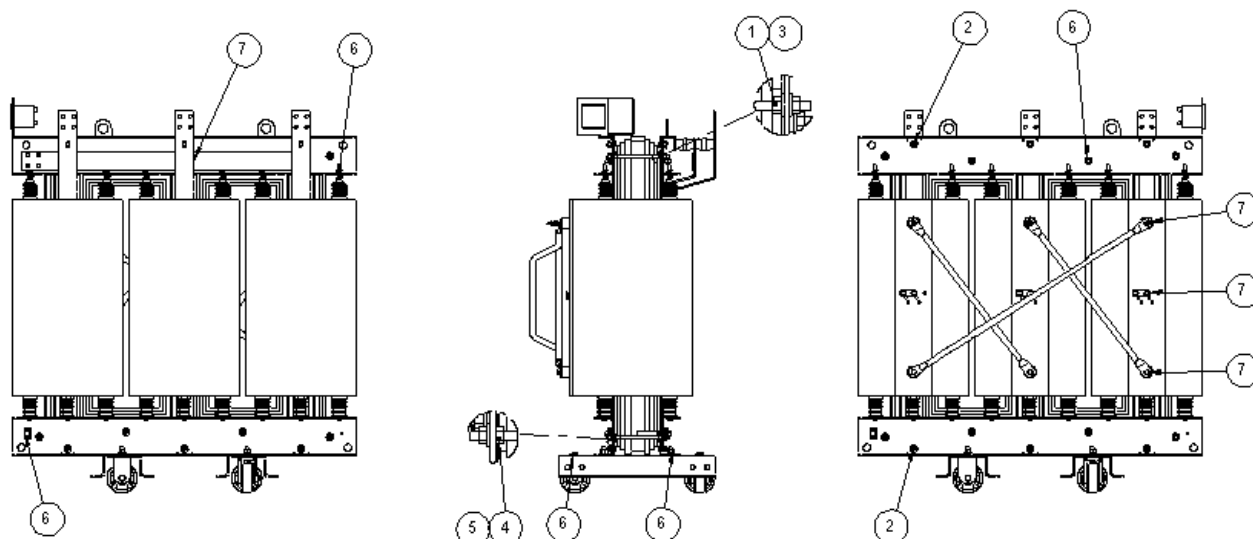

Figura 04 - Reaperto das conexões
- Reaperto de todas as conexões (ver Figura 04):